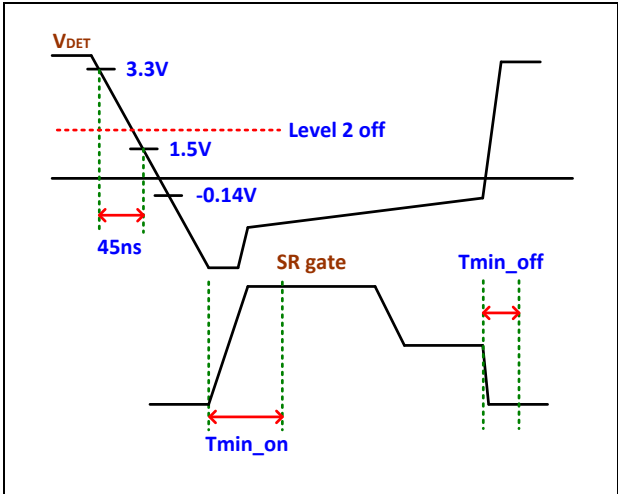

图 17 LD8528U3 Level 2 时序图
4.3 LD8528U3 Level 2 turn off 机制: (如图 17 说明)